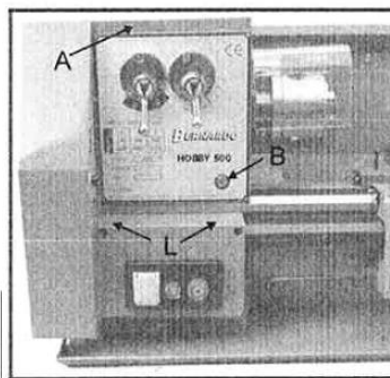
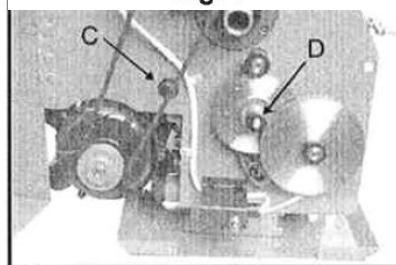

Fig. 4
Fig. 5
1. **Vřeteník** - k odstranění víka vřetene před naplněním (A, Fig. 4). Olej musí být po indikační značce oleje (B, Fig. 4). Olej zcela vypustíte tím, že vyjmete zátku (C, Fig. 5) a vyčistíte všechny zbytky. Olej znovu doplňte po prvních měsících. Poté každé dva měsíce vyměňte olej ve vřeteníku.
2. **Převodovka** – Jednu mazničku (D, Fig. 5) namažte jednou denně 20W olejem.
7. **Vodící šroub** - namažte jednu maznici (K, Fig. 8) a dvě maznice (L, Fig. 4) s 20W strojním olejem jednou denně.